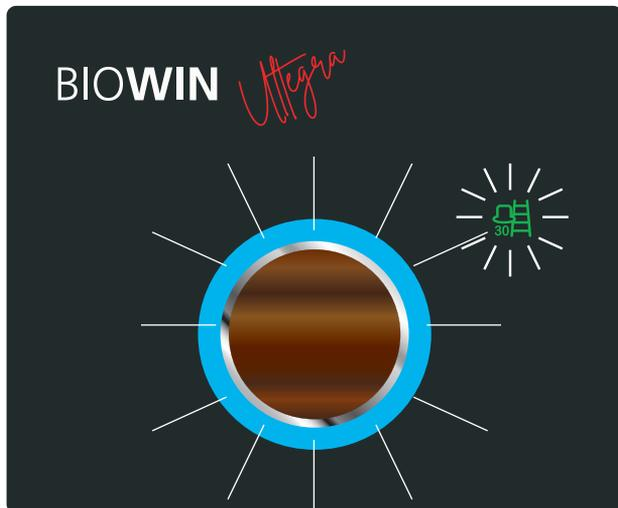

Fig. 22
- ▶ Appuyer encore une fois brièvement sur le bouton myMagic. Le symbole Mode ramoneur 30 %  et le cercle coloré (couleur selon la phase de fonctionnement – pt. 8.2) clignotent – Fig. 22. La chaudière module à 30 % de sa puissance et est préparée pour la mesure. La température de la chaudière est réglée sur 60 °C environ pendant 120 minutes.